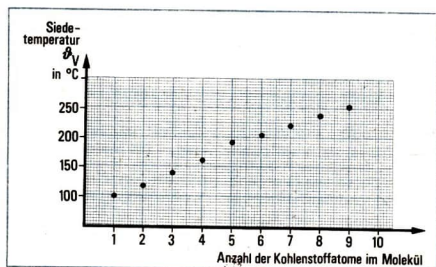

Abb. 23 Siedetemperaturen einiger Alkansäuren
wie Aggregatzustand, Geruch und Löslichkeit in Wasser, deutlich (Übersicht 6 und Abb. 23). ①